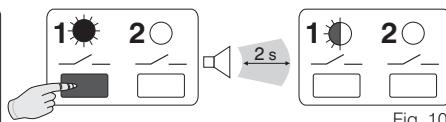

Fig. 10
- Mantener pulsada la **tecla 1** tecla hasta que se oiga una señal acústica; luego, soltar la tecla: el **LED 1** parpadea (fig. 10). El nuevo transmisor ha sido asignado al receptor.